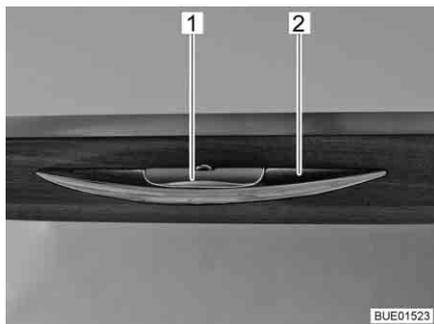

Fig. 55 Trampilla de mueble con tirador de desbloqueo
- Presionar el tirador de desbloqueo (Fig. 55,1) y mantenerlo presionado.
- Tirar del tirador (Fig. 55,2) hasta que la trampilla de mueble esté abierta.